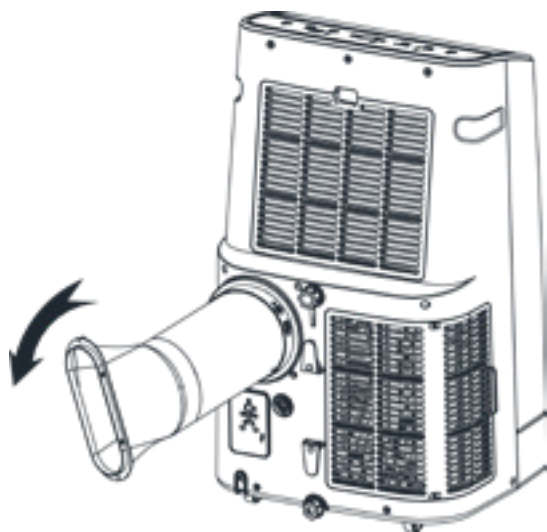

Figura 1
2) Inserire il gruppo tubo di calore (l'estremità del giunto di scarico) nella fessura di ventilazione del pannello posteriore (spingere verso sinistra) e completare il montaggio (come mostrato in figura 1).